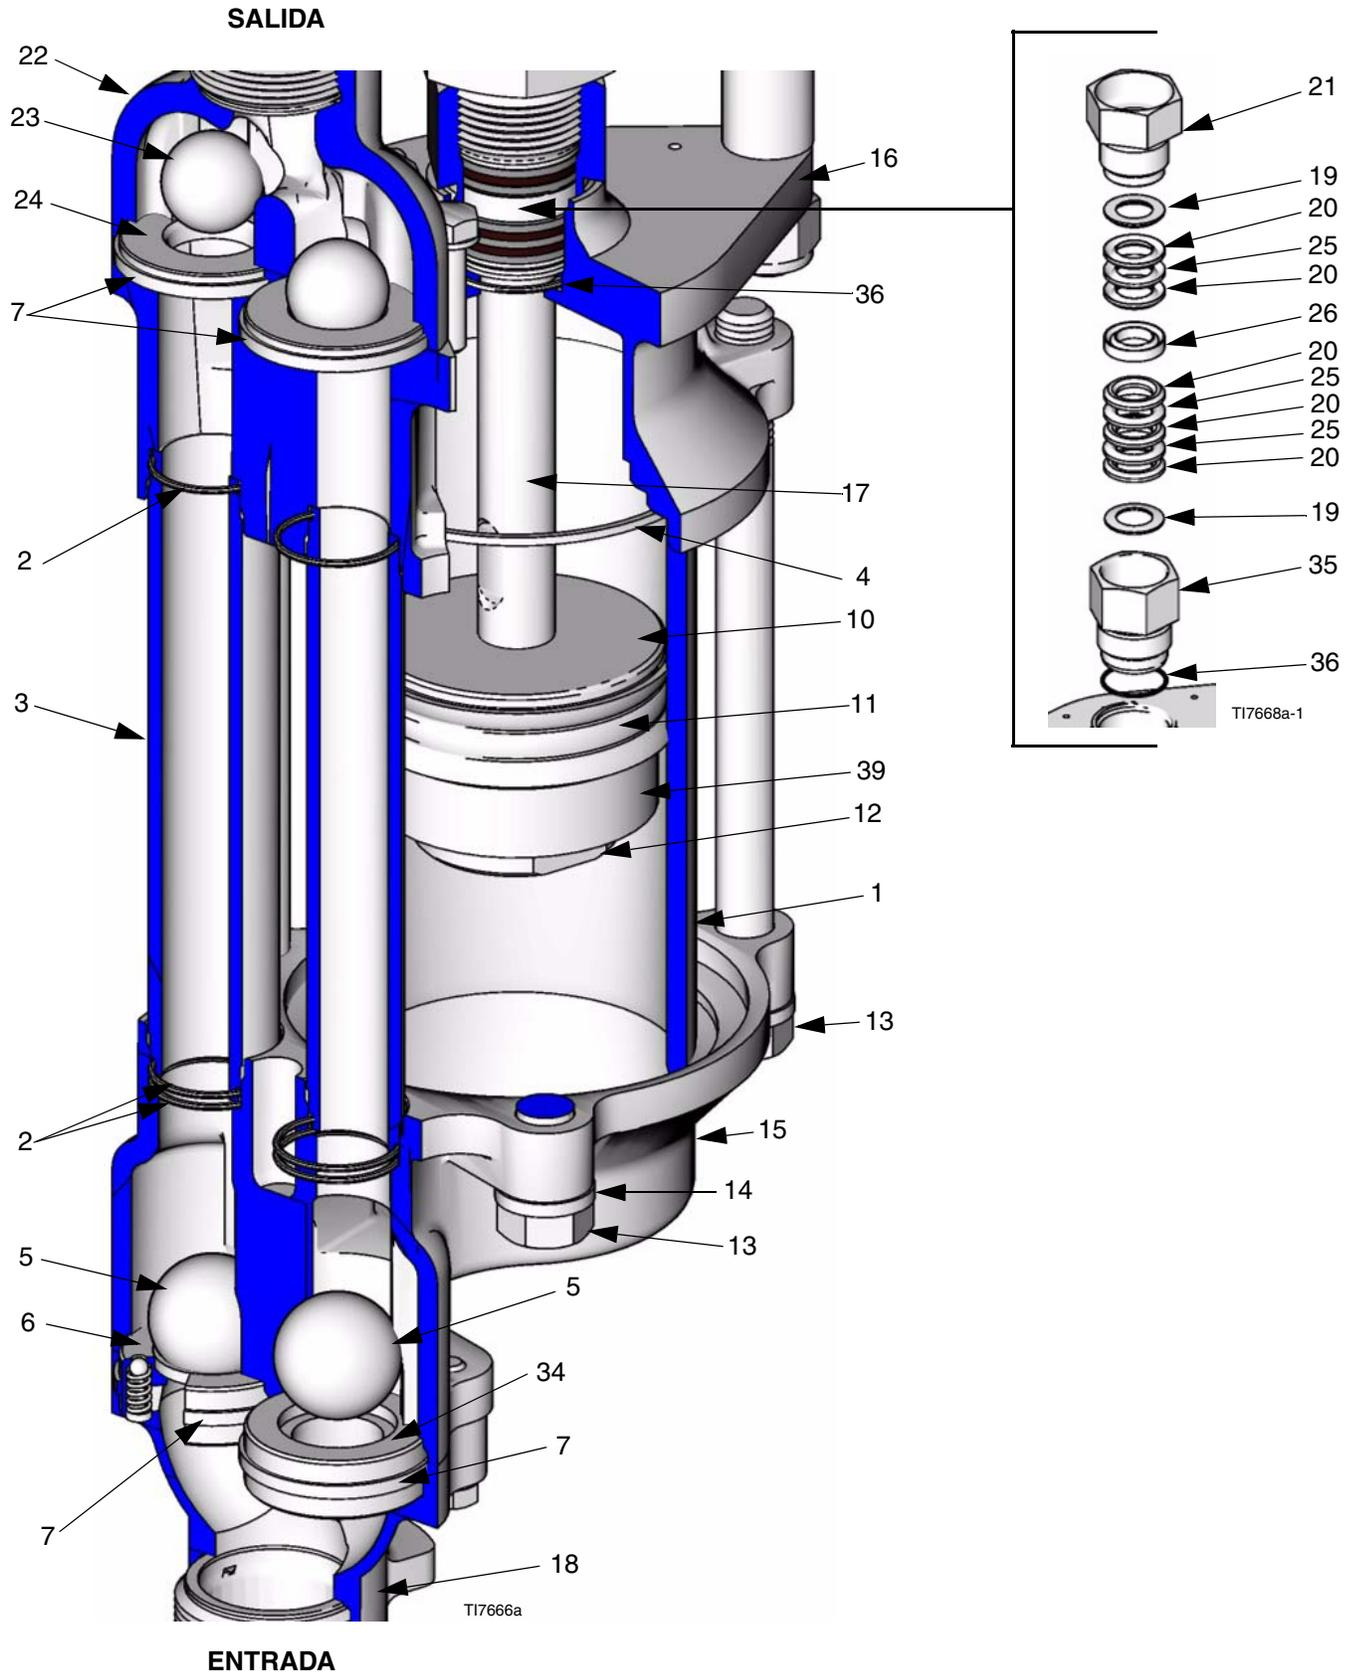

FIG. 8
8. Afloje la tuerca prensaestopas (21). Vea FIG. 8.
9. Afloje y desmonte el cartucho del cuello (35). Retire la junta tórica de PTFE (36). Vea FIG. 8.
- Lubrique las empaquetaduras y los casquillos del cuello. Monte un prensaestopas macho (19†) y después cinco empaquetaduras en V con los labios hacia abajo: una de UHMWPE (20†), una de cuero (25†), UHMWPE, cuero y UHMWPE. Instale el prensaestopas hembra (26†). Monte tres empaquetaduras en V con los labios hacia arriba: UHMWPE, cuero y UHMWPE. Instale el otro prensaestopas macho (19†). Instale la tuerca prensaestopas (21) y apriétela a mano. Vea FIG. 8.
- Coloque las dos mitades del pistón (10) alrededor de la empaquetadura (11) y encájelas. Vea FIG. 8.
- Aplique sellador de roscas a las roscas del vástago del pistón (17). Atornille la varilla a través del pistón, la empaquetadura y el separador y en la tuerca del pistón (12). Apriete la tuerca a 95-102 N•m (70-75 lbs-pie).
- Con la carcasa inferior de la bomba (11) puesta boca abajo, monte las bolas (5) y las juntas de estanqueidad (7\*).
El asiento de la válvula de alivio (6) debe instalarse en la admisión de fluido, tal como se muestra en la FIG. 8. La válvula de alivio reduce el riesgo de sobrepresión de la bomba. El asiento no puede aliviar la presión si se encuentra en el otro lado de la carcasa de entrada.
- Monte el asiento de entrada de la válvula de alivio (6) en el lado izquierdo de la carcasa de la base (11), tal como se muestra en la FIG. 8 (el texto moldeado en la carcasa
- Coloque el colector de entrada (18) en la carcasa de entrada (15). Instale las arandelas de seguridad (8) y los tornillos de cabeza (9). Apriete a 34-40 N•m (25-30 lbs-pie). Vea FIG. 8.
- Coloque el colector de entrada (18) en un tornillo. Coloque una junta tórica (2\*) en cada lado del alojamiento de entrada (15) donde se asientan los tubos (3). Coloque juntas tóricas (2\*) en las ranuras de cada extremo de los tubos. Coloque una junta de estanqueidad (4) en las carcasas de entrada t de salida (15 y 16). Coloque los tubos y el cilindro (1) en el alojamiento inferior.